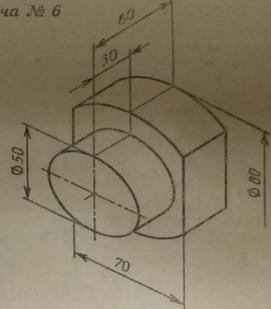

Рис. 3
3. Дана заготовка детали (рис. 3). Введите в ее форму два-три конструктивных элемента: фаски, проточки, лыски, отверстия, буртики, шпоночные канавки и т.п. Выполните эскиз детали.